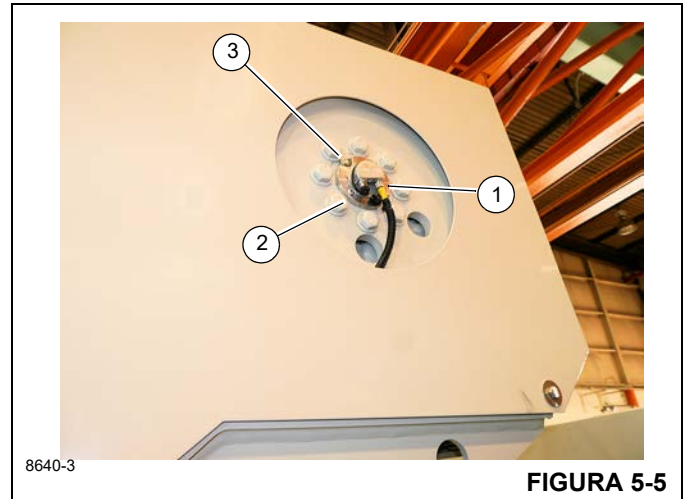

FIGURA 5-5
2. Remova o cabo do indicador de rotação (DRI) (1, Figura 5-5) do tambor do guincho.
1. Solte o colar no conector e desconecte o cabo do DRI (1, Figura 5-5).
2. Remova os dois parafusos de retenção (2).
5. Empurre o DRI para dentro do tambor de forma que o entalhe esteja alinhado com o respiro (3, Figura 5-5).
6. Fixe o DRI com os parafusos de retenção (2, Figura 5-5).